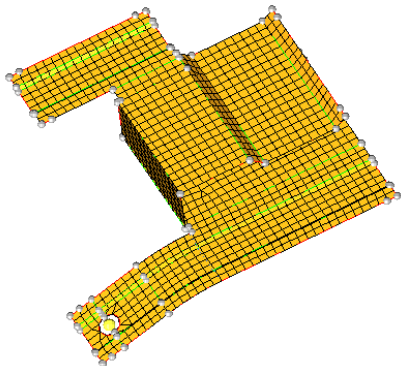

图 4-24 模型中面二维网格
- (1) 进入 automesh 面板。
- (2) 设置“对象”选择器类型为 Surfs。
- (3) 进入 size and bias 子面板。
- (4) 在 element size=栏中输入 2.5。
- (5) 设置 mesh type 为 mixed。
- (6) 将面板左下侧的分网方式从 automesh 转换为 interactive。
- (7) 确认选择 elems to surf comp 选项。
- (8) 选择 surfaces>displayed。
- (9) 单击 mesh 按钮重新生成网格, 如图 4-24 所示。